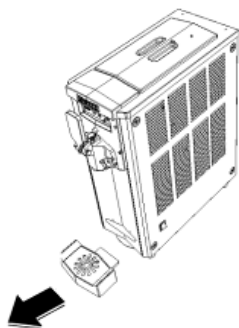

Fig. 13
- Rimuovere la vaschetta raccogliocce tirandola delicatamente verso l'esterno (Fig. 13) e pulirla accuratamente con acqua calda e detersivo per stoviglie.